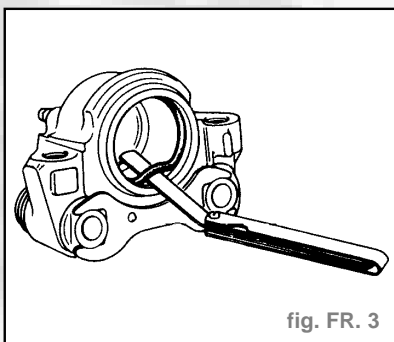

fig. FR. 3
- Avec une lame souple à bord rond (genre jauge d'épaisseur), sortir le joint à section rectangulaire de la gorge de l'étrier (fig. FR. 3).